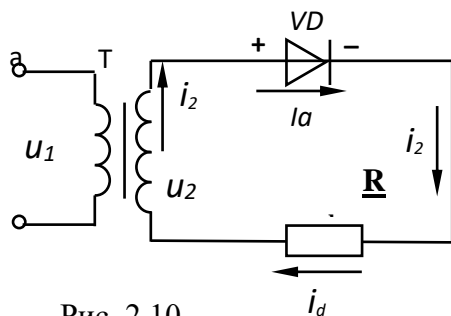

Рис. 2.10
Рассмотрим работу однофазной однополупериодной схемы выпрямления. На вход трансформатора подаётся переменное напряжение, т.е. во вторичной обмотке трансформатора половину периода (от 0 до  $\pi$ ) ток протекает в условно положительном направлении (рис. 2.10).
Во вторую половину периода (от  $\pi$  до  $2\pi$ ) на аноде диода отрицательный потенциал, а на катоде – положительный (рис. 2.10). Диод закрыт. Ток отсутствует. В этот промежуток времени сопротивление диода большое, поэтому и падение напряжения на нём тоже большое
2. Чертим схему подключения нагрузки (см. рис. 2.10).